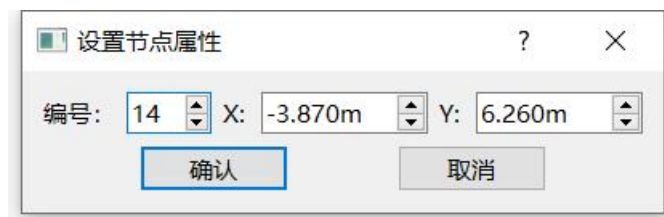

图 15
2) 配置节点：点击编辑菜单栏->选择，出现十字光标，移动到节点上，双击节点，此时弹出配置节点的参数，如图 15 所示，可以更改默认节点编号，以及节点 X、Y 坐标值。